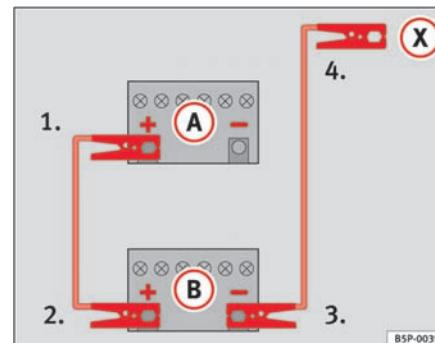

Fig. 158 Esquema de conexión de los cables de emergencia
En la **fig. 158** **A** representa a la batería sin carga y **B** a la batería con carga.
1. Emborne un extremo del cable de emergencia rojo al polo positivo \Rightarrow **fig. 158**  del vehículo con la batería descargada \Rightarrow